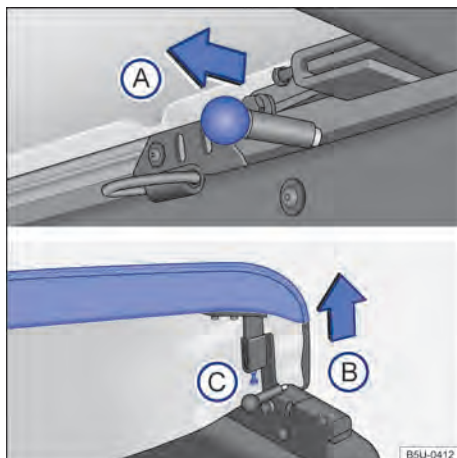
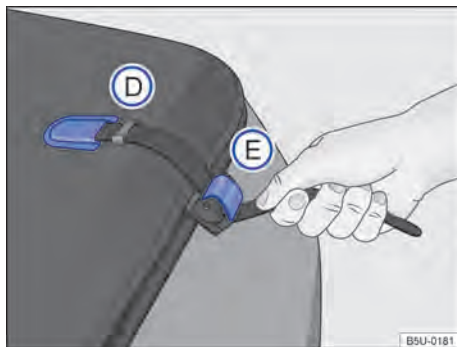

Fig. 49 Travas e parafuso de ajuste do esticamento da capota marítima.
Fig. 50 Fixação da capota marítima.
- Deslocar o pino de travamento → Fig. 49 (A) no sentido da seta, em ambos os lados, simultaneamente.
- Levantar a extremidade da capota no sentido da seta (B).
- Para ajustar o esticamento, soltar a porca e apertar o parafuso ou soltar o parafuso (C), até atingir o esticamento desejado.
- Retirar a extremidade da cinta do alojamento → Fig. 50 (D), nas laterais da capota marítima, e forçar a cinta para baixo, para desbloquear a trava (E).
- Inserir a extremidade das cintas no alojamento (D), para facilitar o recolhimento da capota marítima.